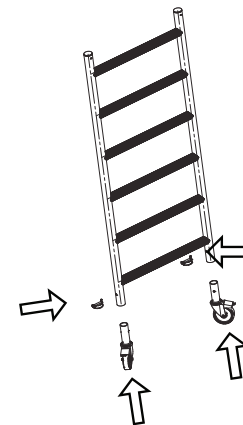

Rys. 7. Rusztowanie Levvel Solid 290
6. Kompletne rusztowanie Levvel Solid 290 ma wysokość 1,9 m mierzone od podłoża do szczytu drabiny (Rys. 7).